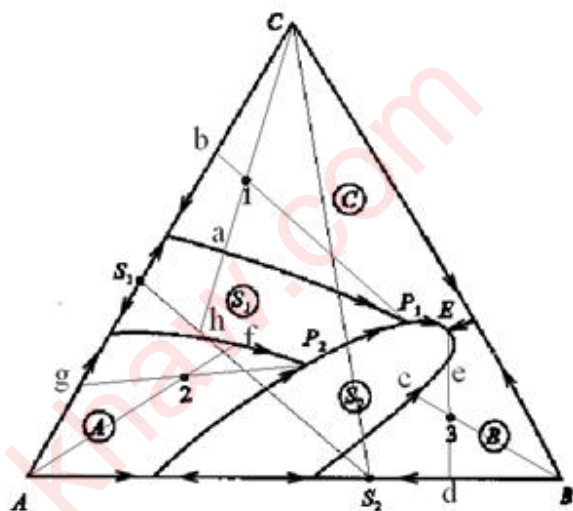

图6-17
6-29根据图6-17回答下列问题: (1) 说明化合物 S_1 、 S_2 的性质; (2) 在图中划分副三角形及用箭头指示出各界线的温度下降方向及性质; (3) 指出各无变量点的性质并写出各点的平衡关系; (4) 写出1、3组成的熔体的冷却结晶过程; (5) 计算熔体1结晶结束时各相百分含量,若在第三次结晶过程开始前将其急冷却(这时液相凝固成为玻璃相),各相的百分含量又如何?(用线段表示即可); (6) 加热组成2的三元混合物将于哪一点温度开始出现液相?在该温度下生成的最大液相量是多少?在什么温度下完全熔融?写出它的加热过程。